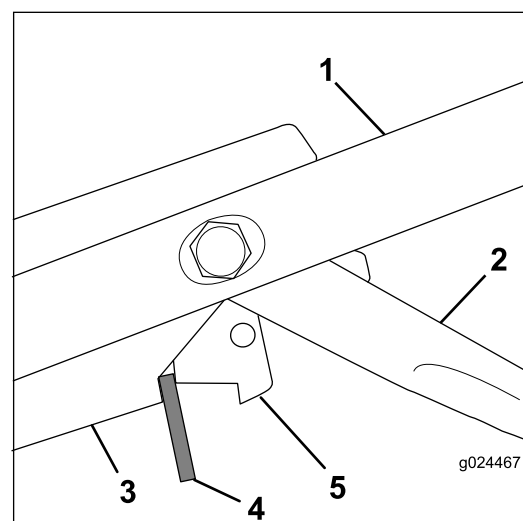

Figure 31
3. Insérez une entretoise épaisse de 8 mm entre le levier de commande du frein de lame et le support de commande sur le guidon (Figure 31).